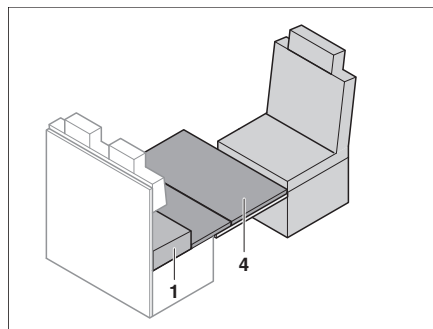

Bild 163 Notbettunterlage auflegen
- Notbettunterlage (Bild 163,4) auf den Tisch legen. Die vordere Kante der Notbettunterlage dabei direkt an den Fahrersitz anlegen.